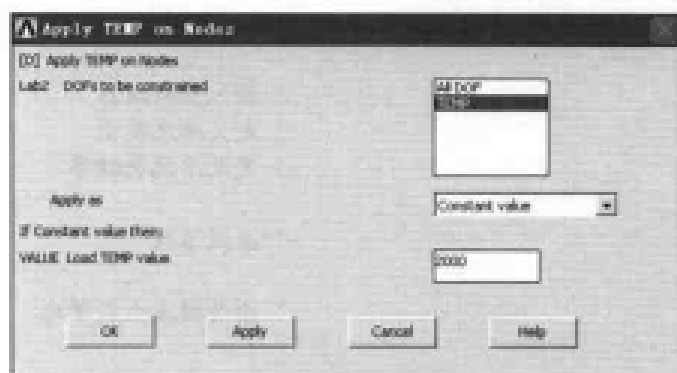

图 11-8 施加温度载荷对话框
(4) 选择 Main Menu | Solution | Define Loads | Apply | Thermal | Temperature | On Nodes 命令, 出现 Apply TEMP on Nodes 菜单, 在文本框中输入 1, 单击 OK 按钮, 出现 Apply TEMP on Nodes 对话框。在 Lab2 DOFs to be constrained 列表框中选择 TEMP 选项, 在 VALUE Load TEMP value 文本框中输入 2000, 如图 11-8 所示, 单击 OK 按钮关闭该对话框。